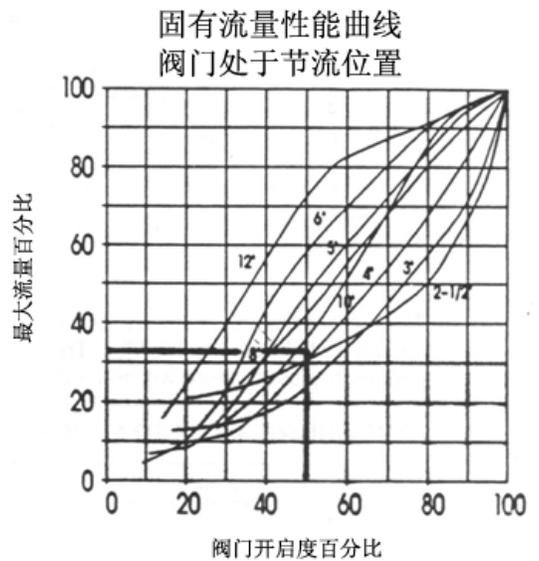

图.3
6.3.3 在流量特性曲线的底部刻度找出阀门开放度百分比，(图 3)。画出垂直向上的线与阀门特性曲线相交，从这个点画水平线穿过图表左侧，记录最大流量的百分比。
· 根据流量性能曲线(图 3), 4 英寸的阀门和 50% 的开启度, 表明最大流量为 34%。流量大约为 4 英寸的阀门, 5.4 英尺(1.65 米)压降, 节流为 50%: